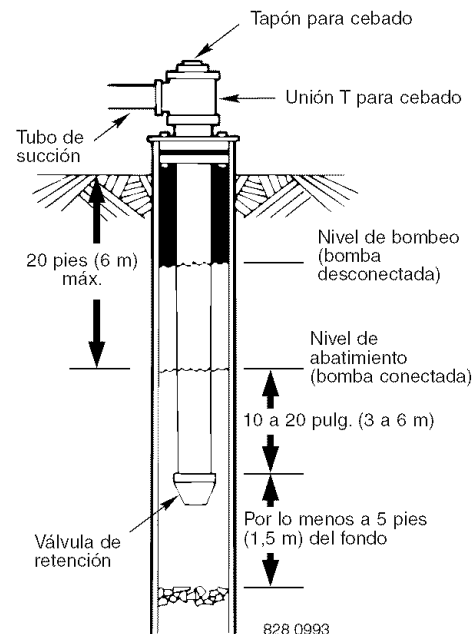

Figura 1: Instalación en pozo revestido o excavado
- Paso 5. Cuando se usa válvula de pie se recomienda una unión T con tapón para cebar la bomba (Figura 1).
AVISO: Para tramos de tuberías horizontales muy largos, instale una unión T para cebado entre la válvula de retención y la boca del pozo (figura 1). Para las instalaciones de pozos hincados instale la válvula de retención. Asegúrese de que la flecha indicadora de dirección de corriente en la válvula de retención apunta **hacia** la bomba.